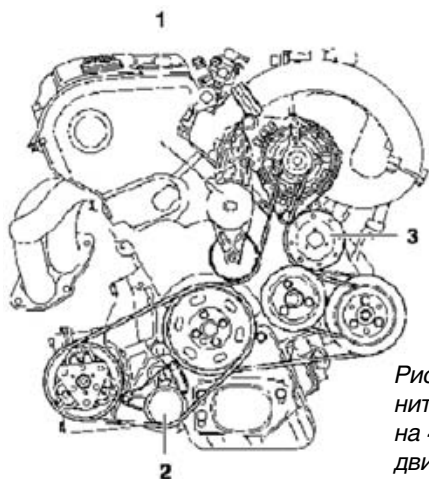

Рис. 3. Привод дополнительных агрегатов на 4-цилиндровом двигателе.
Привод дополнительных агрегатов у 4-х цилиндрового двигателя осуществляется аж тремя ремнями при наличии климатика (рис. 3). Следует обратить внимание на натяжитель многоручьевого ремня (1), к старости он может начать разваливаться, что ведет к перекоосу ролика и, как следствие, к сползанию ремня. Сам ролик тоже может «шуметь». Также слабоват натяжной ролик ремня компрессора кондиционера (2) и подшипник вискомуфты (3). У двигателя V6-30V традиционный поликлиновый ремень на все навесные агрегаты, аналогично – натяжитель. Он и его ролик требуют внимания при ТО.